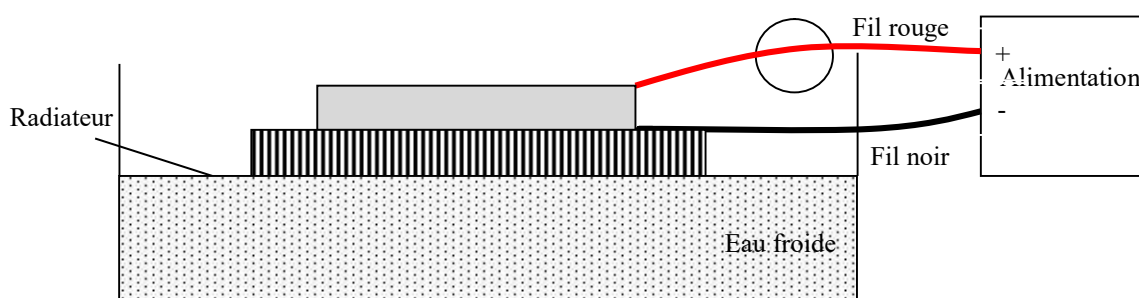

Fig. 3 – Montage du module Peltier.
- Le bac doit ensuite être rempli d'eau froide de manière que le niveau d'eau arrive un peu en dessous de la face supérieure du radiateur (cf. la figure 3).